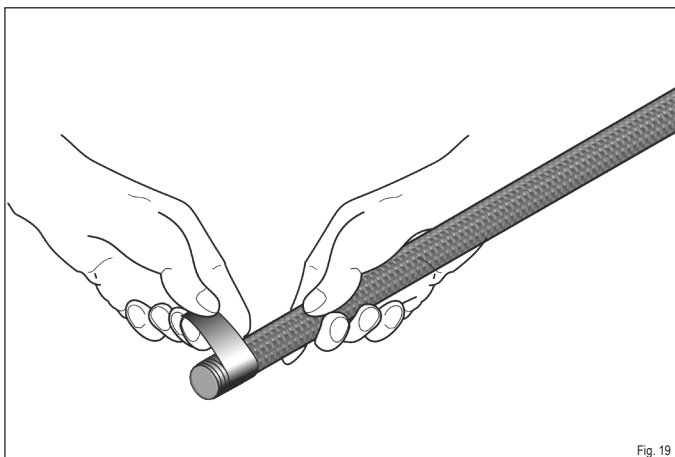
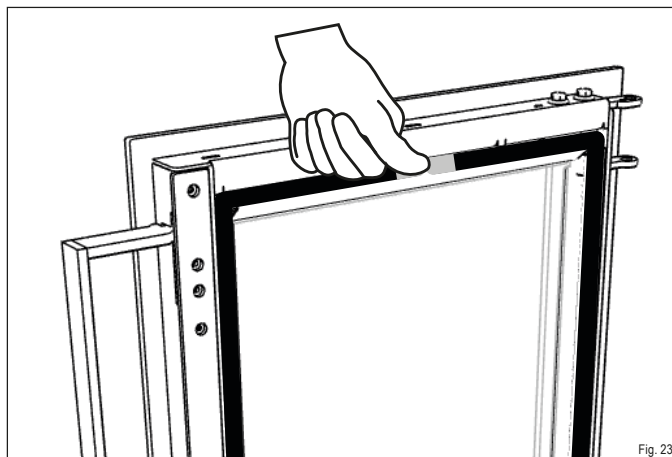

Fig. 19
Fig. 23
- ▶ Enveloppez le nouveau joint avec le ruban de cuivre d'un côté sur une longueur d'environ 3 cm (Fig. 19).
- ▶ Enveloppez également l'extrémité avec du ruban de cuivre (Fig. 19) et appuyez sur le joint dans le guide (Fig. 23).